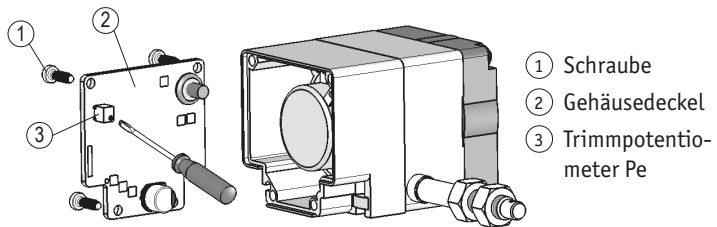

Abb. 8: Einstellen Trimpotentiometer MWU
Einstellen des Messwandlers (Abb. 8)
Mit dem Trimpotentiometer Pe ③ (siehe **Abb. 8**) kann dieser Werte an die tatsächliche Endstellung der Anwendung angepasst werden.
1. Schrauben ① lösen und Gehäusedeckel ② öffnen.
2. Trimpotentiometer Pe ③ einstellen.